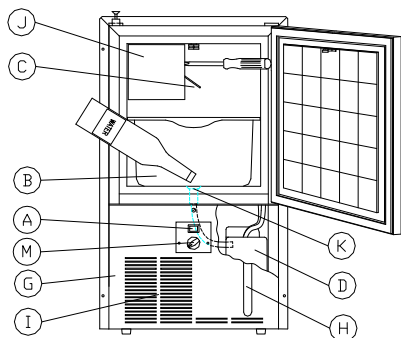
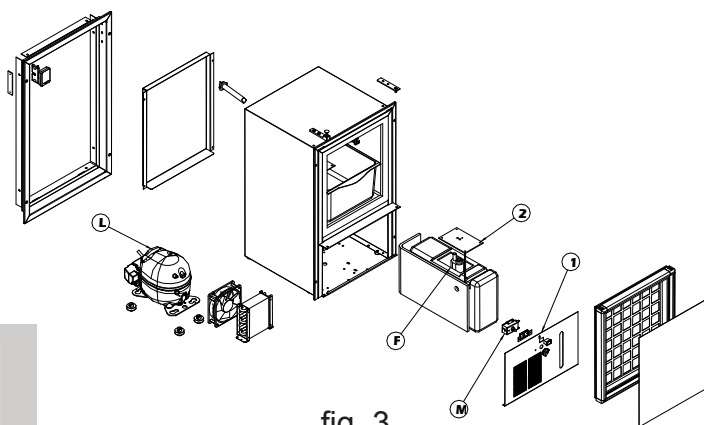
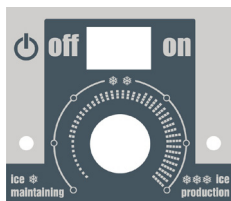
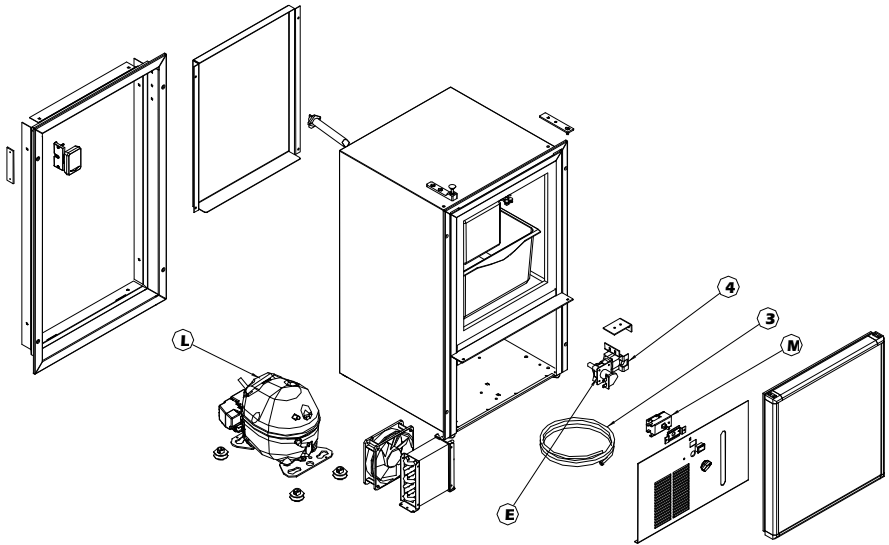

fig. 1
fig. 3
fig. 1a
fig. 4
Ouvrir la porte, extraire le bac qui contient la glace, verser de l'eau potable dans le réservoir (K) à travers l'orifice (min. 1 litre / max 5 litres) (voir fig. 1), en vérifiant le niveau d'eau par la fenêtre prévue à cet effet (H). Effectuer cette opération lentement afin d'éviter que l'eau ne déborde. Brancher la fiche dans la prise de courant, appuyer sur l'interrupteur (A) et placer la poignée sur le mode "Fabrication de glace".
Connecter l'arrivée d'eau à l'orifice fileté (4) situé sur l'électrovanne (E) à l'aide du flexible (3) fourni (voir fig. 4). L'appareil est prévu pour fonctionner à une pression de l'eau comprise entre 1 et 3 bars. Assurez-vous que le réseau d'alimentation en eau fournit bien de l'eau potable et que la pression est suffisante pour obtenir une production de glaçons par cycle comprise entre 120/135 g (pression optimale 2 bars). Il est conseillé d'utiliser un robinet sur la ligne d'arrivée d'eau. Il est possible de modifier légèrement la dimension des demi-lunes afin d'obtenir une fabrication de glace correcte par cycle. Dans ce but, lire le chapitre "RÉGLAGE MINUTIEUX D'ARRIVÉE D'EAU". Brancher la fiche dans la prise de courant, appuyer sur l'interrupteur (A) et placer la poignée sur le mode "Fabrication de glace".
Tourner la vis de réglage du niveau d'eau (voir fig. 1) à l'aide d'un tournevis pour déplacer le contact directement sur le moule à glaçons.
Durant la production de glace, le thermostat (M) (voir fig. 1 ou fig. 4) doit être tourné en position "ice production" (voir fig. 1a) afin d'obtenir la production de demi-lunes bien formées. Le cycle de production se déroule de la manière suivante :
Durant la conservation, la production de glace est interrompue. Pendant cette phase, le thermostat (M) (voir fig. 1 ou fig. 4) doit être tourné en position "ice maintaining" (Voir fig. 1a). Cette position du thermostat permet de conserver les demi-lunes dans les meilleures conditions, y compris durant des périodes prolongées. Elle évite la formation de la couche de glace sur le bord avant du bac, sur la partie avant du moule à glaçons et réduit également la consommation de
Lorsque la machine n'est pas utilisée, afin de préserver au mieux ses fonctionnalités et d'éviter la formation de moisissures, procéder de la manière suivante : Éteindre la machine et la débrancher du réseau électrique, vider le bac de récupération des glaçons (B). Attendre que le givre qui se trouve dans le bac ait entièrement fondu. Sécher soigneusement les parois internes de la machine. Laisser la porte à moitié ouverte pour aérer et empêcher l'humidité de se créer dans le bac. Pour les versions REFILL, vider le réservoir (D) (voir fig. 1) en suivant les indications du paragraphe "NETTOYAGE DE LA MACHINE"
Il est conseillé d'effectuer, minimum une fois par an, le nettoyage du condenseur (I) (voir fig. 1) à l'aide d'un aspirateur ou d'un pinceau sec.
E'I est conseillé de nettoyer le réservoir (G) (voir fig. 1) au moins une fois tous les trois mois en procédant de la manière suivante : (voir fig. 3)
- a) Tourner la vis (1) qui se trouve sur le panneau avant (G) dans le sens inverse des aiguilles d'une montre pour la dévisser entièrement
- c) extraire le réservoir (D) en faisant bien attention au tuyau d'eau et au câble d'alimentation (voir fig. 3)
- d) À l'aide d'un tournevis, dévisser les vis (2) et extraire la pompe de son logement. Nettoyer le réservoir avec de l'eau.
- il y a de l'eau dans le moule à glaçons (J).
- le thermostat (M) (voir fig. a ou fig. 4) est bien en position "Production de glaçons"
- le capteur du niveau de glace (C) est bien dans la position indiquée dans la fig. 1
- s'il y a de l'eau dans le moule à glaçons, vérifier le fonctionnement du système de réfrigération (L).